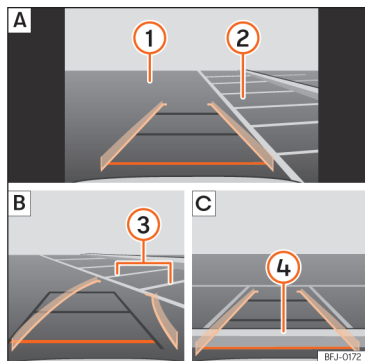

Fig. 159 Visualización en la pantalla del sistema de infotainment: aparcar con el asistente de marcha atrás.
Legenda de la » » » fig. 159:
• Sitúe el vehículo delante del hueco de aparcamiento » » » fig. 159 **2** **A**.